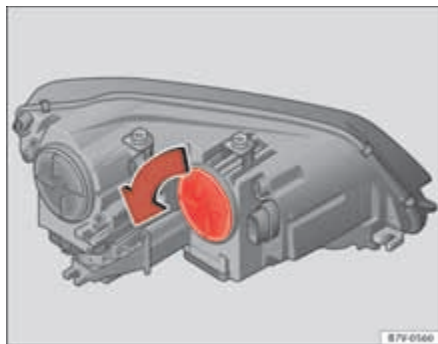

Fig. 215 En el vano motor: Cubierta del intermitente.
3.	Gire la cubierta ⇒ fig. 215 en el sentido de la flecha y extraígalas.
8.	Gire la cubierta ⇒ fig. 215 hasta el tope en sentido contrario al de la flecha.